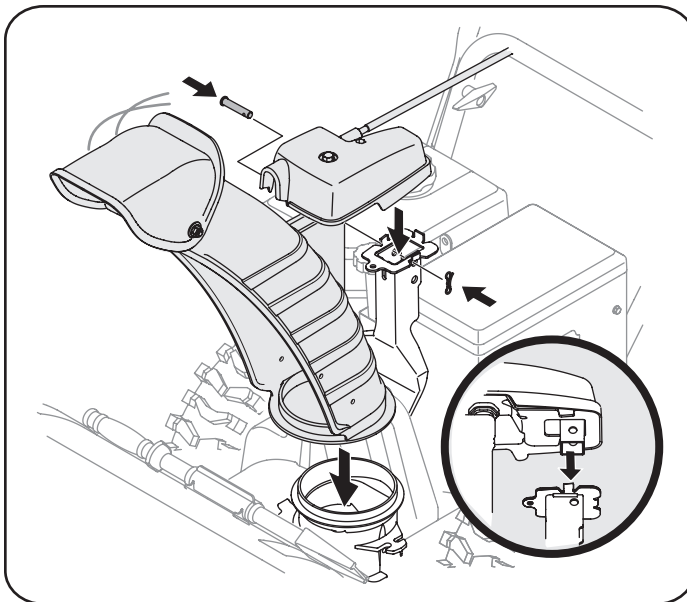

Figura 5
4. Lugar en la tolva de base y garantizar la varilla hexagonal está situado bajo el asa del panel. La cabeza seguro control del canal de soporte de soporte del canal con el pasador de horquilla y pajarita pasador extraído en el paso 1. Vea la figura 5.